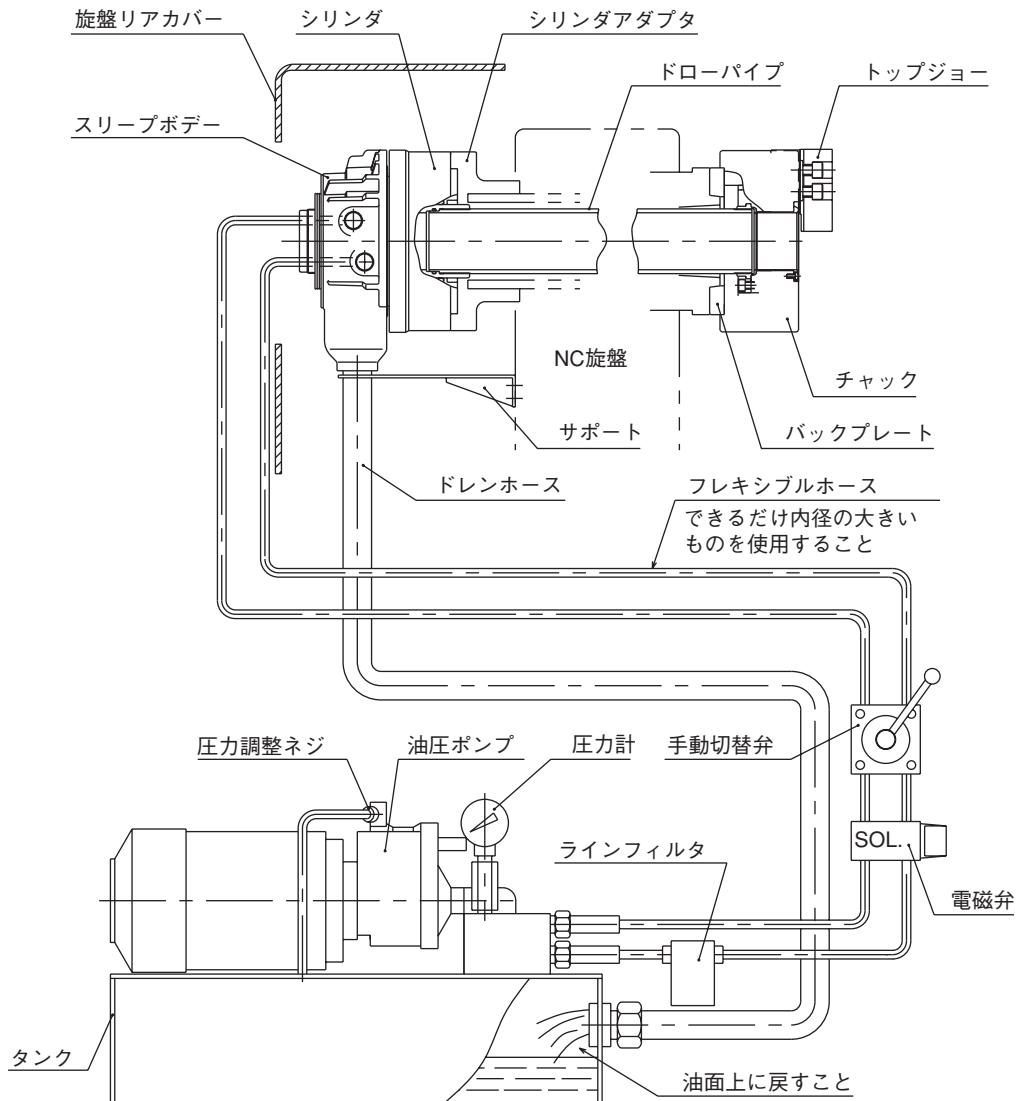

図 15
- ・ ドレンは必ず油圧ユニットの油面上に戻すこと。（図15参照）